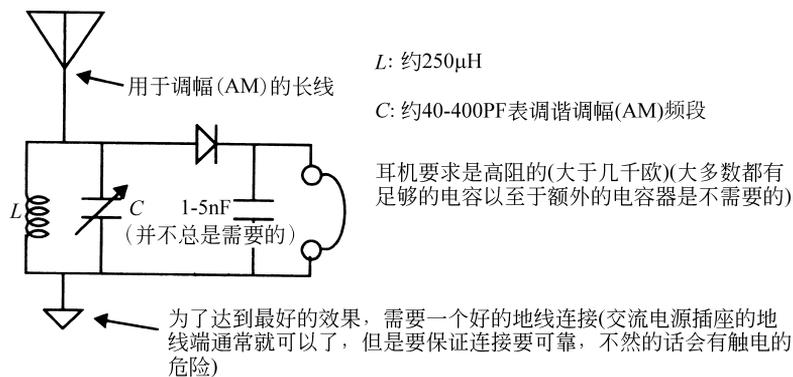

图 1.9 简单的晶体无线电收音机
图 1.9 给出了用这些器件制作的简单的晶体收音机^⑰。一个 LC 电路调谐到所要接收的信号,然后晶体对此进行整流,只留下解调了的声波来驱动耳机。某些检波器(如方铅矿)无需直流偏置源,所以有可能制作一个“无需能量”的收音机^⑱。就像我们将会看到的,一个在还是小男孩时就被晶体无线电的魔力所迷住的人,长大后试图用点接触二极管来实现雷达的开发。晶体无线电依然是一群被这种接收器的魅力所吸引的无线电爱好者的强烈兴趣的焦点。